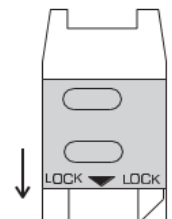

Bild 4
4. Schieben Sie das Oberteil bis zum Einrasten nach unten: "lock" (Bild 4).